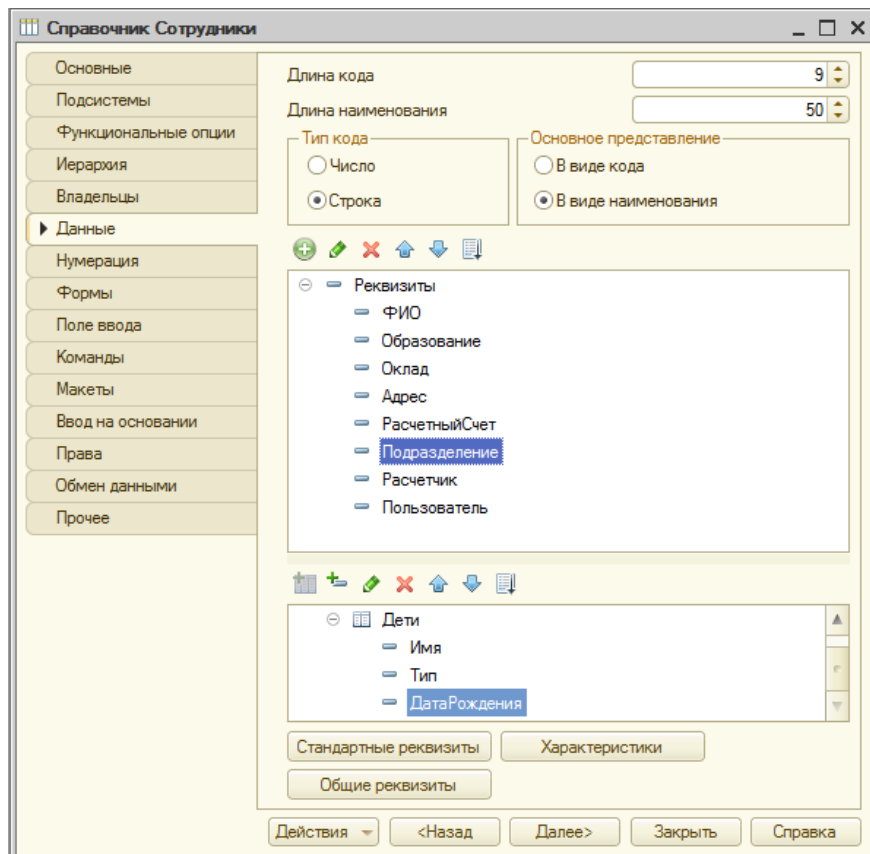

Рисунок 10.3. Реквизиты справочника Сотрудники
3. Доработаем еще раз справочник **Сотрудники**. Снабдим его следующими реквизитами, Рисунок 10.3: